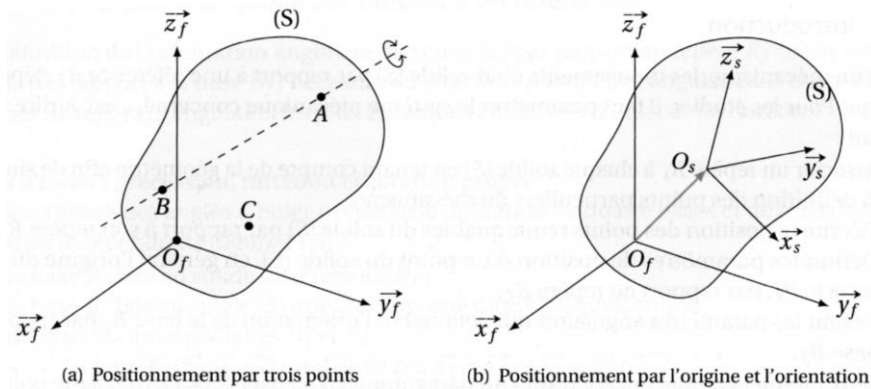

Figure 2 : Définition de la position et de l'orientation d'un solide.
Pour étudier les mouvements d'un solide (S) par rapport à un référentiel R_f , il est indispensable de connaître le nombre de paramètres dont il faut suivre l'évolution. Pour définir la position et l'orientation d'un solide indéformable (S) par rapport à un référentiel R_f , il faut six paramètres indépendants car cette définition peut être faite par le positionnement particulier de trois points non alignés du solide (S) par rapport au repère R_f , Figure 2.